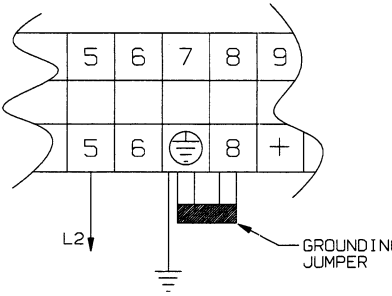

FIGURE 1
- 1.2 LOCATE THE GROUNDING JUMPER BETWEEN TERMINALS 7 AND 8 AS SHOWN IN FIGURE 1.